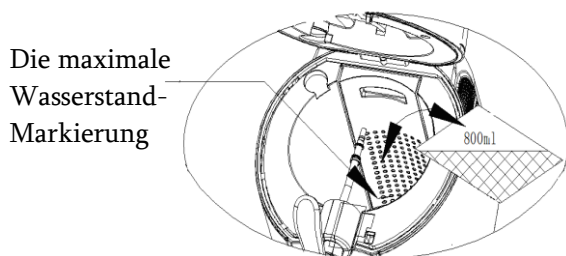

Abbildung 8
5. Gießen Sie 800ml Wasser in den Kühlhohlraum oder bis zur Max-Markierung (wie in der Abbildung 8) (Es kann auch ohne Wasser arbeiten, kann dann jedoch nicht die beste Leistung erbringen).